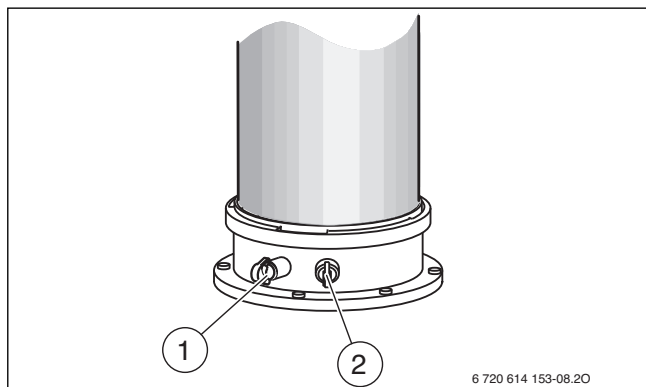

Fig. 38 Orificiul de măsurare a gazelor arse și orificiul de măsurare a aerului de ardere
- ▶ Îndepărtați dopurile de la orificiul de măsurare a gazelor arse [1] (→ Fig. 38).